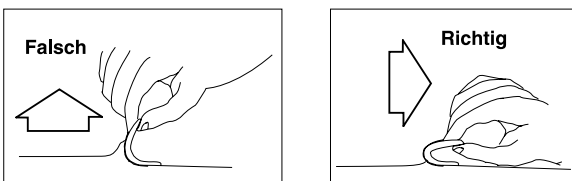

Bild 5-7. Abziehen der Klebelektroden
- * Ziehen Sie nach Gebrauch die Elektroden vorsichtig von der Haut des Patienten ab und entsorgen Sie die Elektroden sofort (Bild 5-7).